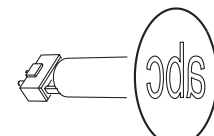

Figura 10. Orientación correcta de los gobos
Las orientaciones que aparecen en la Figura 10 son las correctas en la mayoría de casos pero, en caso de duda sobre un determinado tipo de gobo, recomendamos consultar con su distribuidor Martin.
4. Insertar el nuevo gobo en el portagobos con la cara de la "escena" hacia abajo, lejos del muelle. Ver Figura 10 y Fig 11.
4. Para insertar un gobo, orientarlo tal y como muestra la Figura 10 y colocar sus extremos bajo el muelle de retención. Verificar que el gobo está centrado con la apertura de salida de luz.